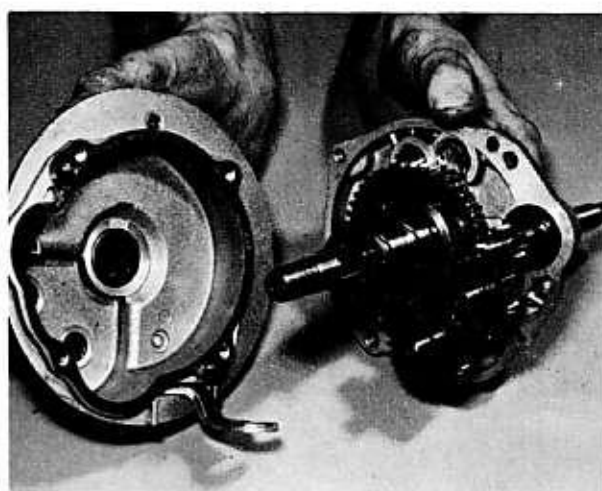
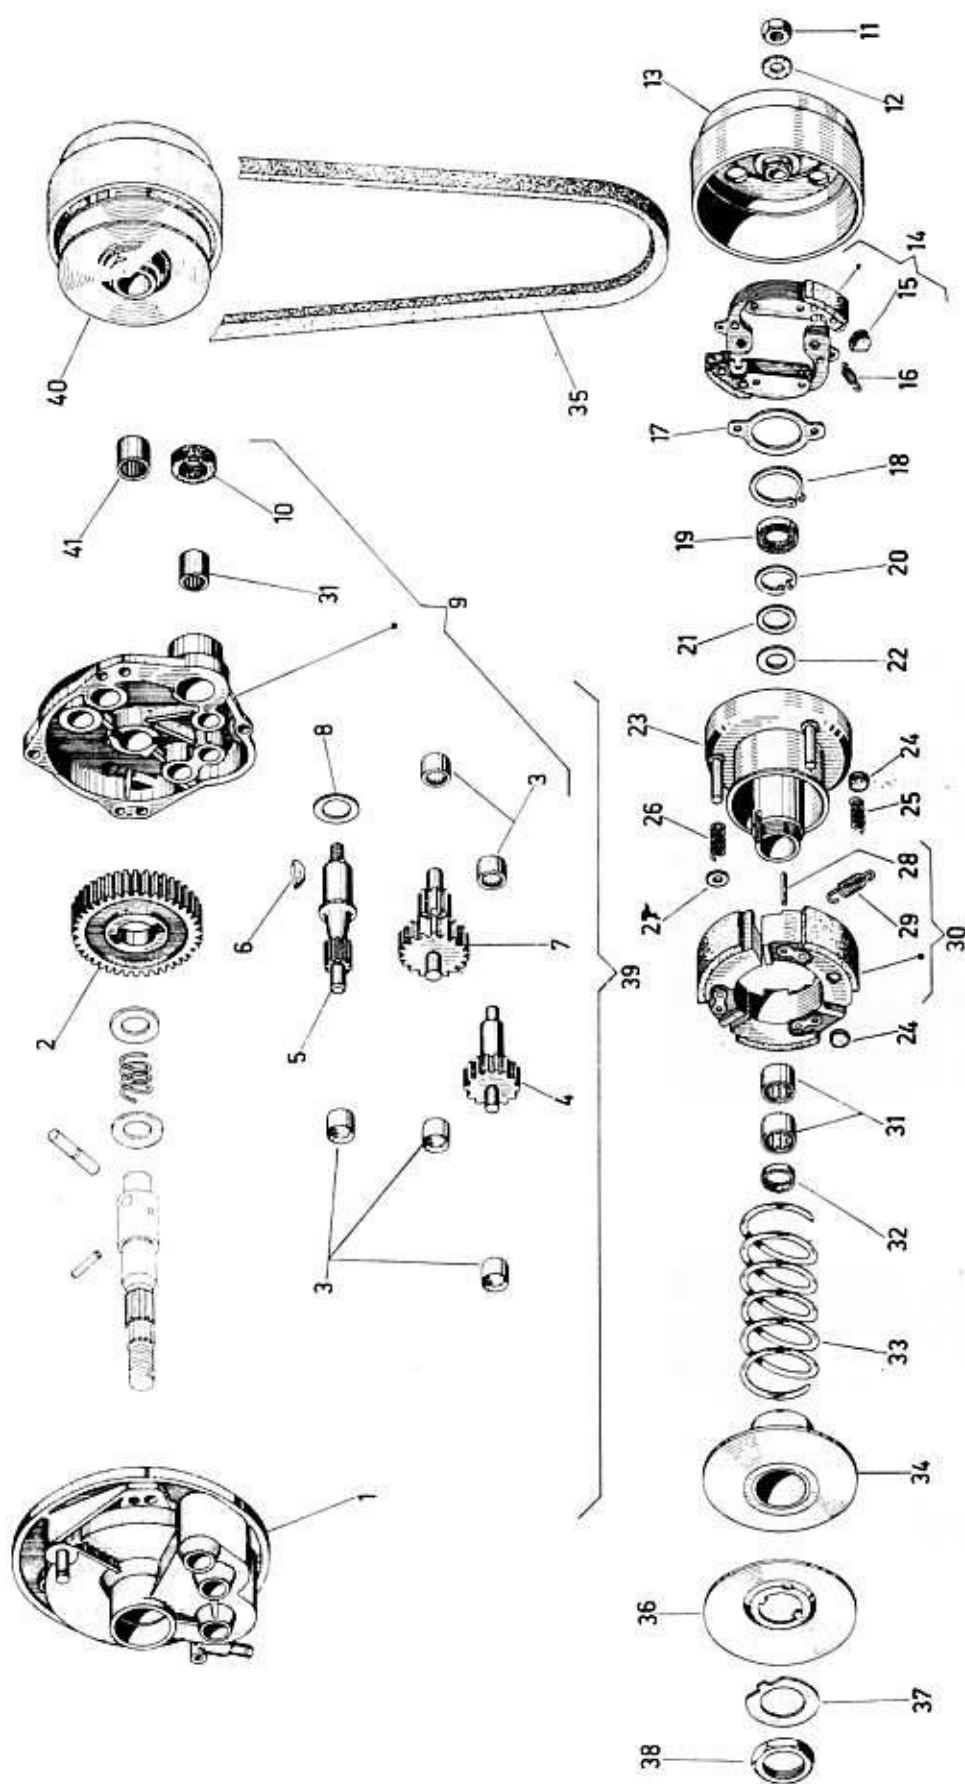

Bild 59
Bild 66 Hinterradnabe und Zentrifugalkupplung der Modelle mit Variomat
An den Variomatic-Modellen ist die Hinterradnabe ähnlich aufgebaut wie an den Eingangmodellen; der einzige Unterschied besteht in den zwei zusätzlichen Zahnrädern (Bild 66). Rad und Nabe werden wie bei den Eingangmodellen ausgebaut (siehe Kapitel 3.3.3). Den Deckel vom Nabengehäuse abnehmen, wobei die Innenteile am Deckel verbleiben sollten (Bild 59). Die beiden Zwischenräder übertragen das
- Die Fliehkraftkupplung der Variomat-Modelle gleicht jener der Eingangsmodelle. Sie sitzt zusammen mit der federbelasteten Riemenscheibe auf der Eingangswelle der Hinterradnabe (Bild 66). Ausbau, Prüfung und Instandsetzung erfolgen wie Kapitel 3.3.1 für die Eingangsmodelle beschrieben, wobei folgende Punkte zu beachten sind: